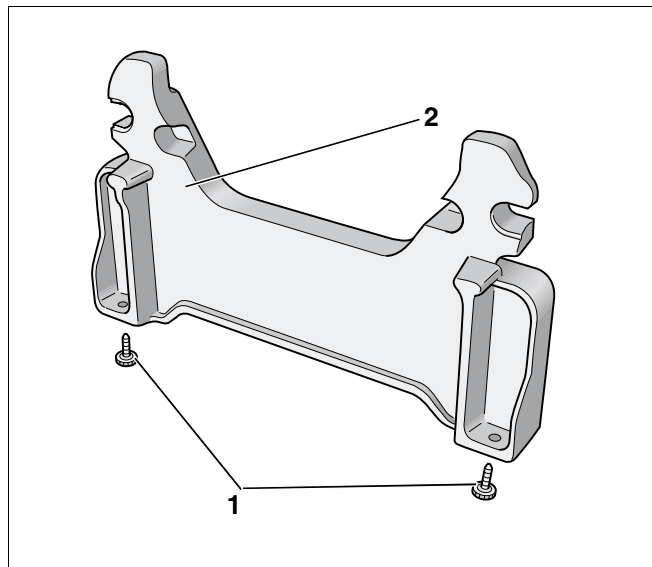

Fig. 11 Montarea suruburilor de reglare la soclul cazanului
- Insurubarea (fig. 11, **poz. 1**) 5–10 mm in soclul cazanelor (fig. 11, **poz. 2**) a suruburilor de reglare.